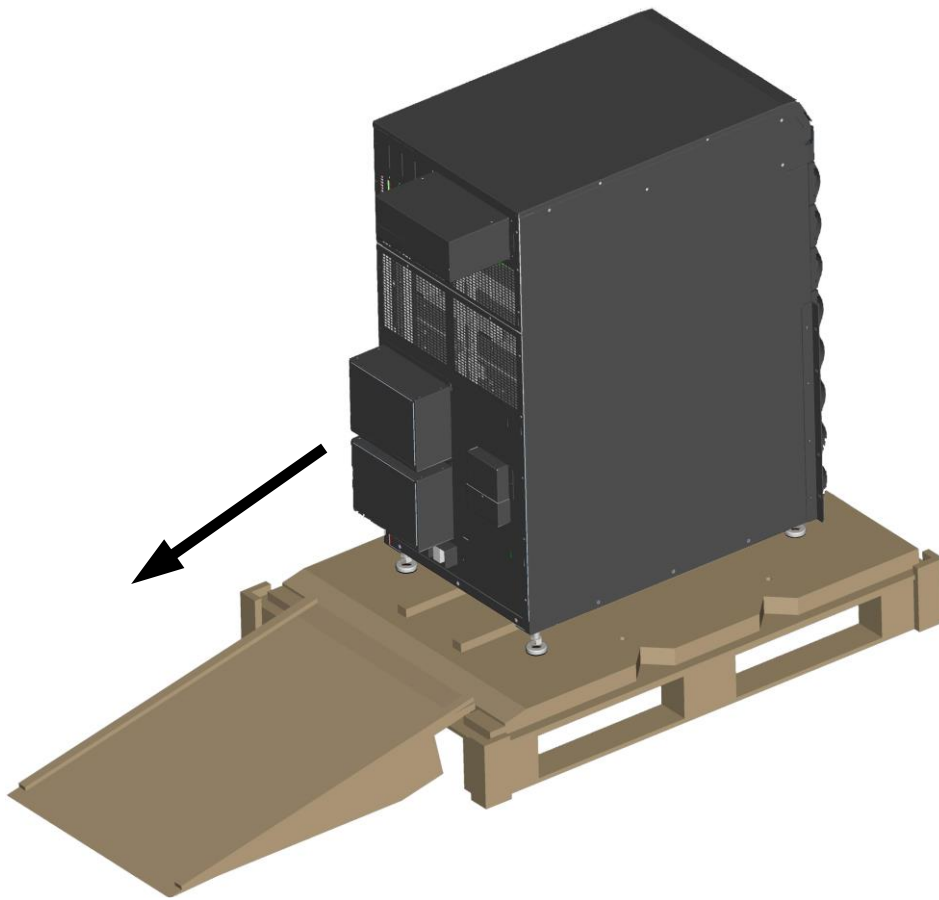

图2-4 将 UPS 移至水平地面
4. 由两个人慢慢地沿着滑板将 UPS 移到水平地面上，如图 2-4 所示。